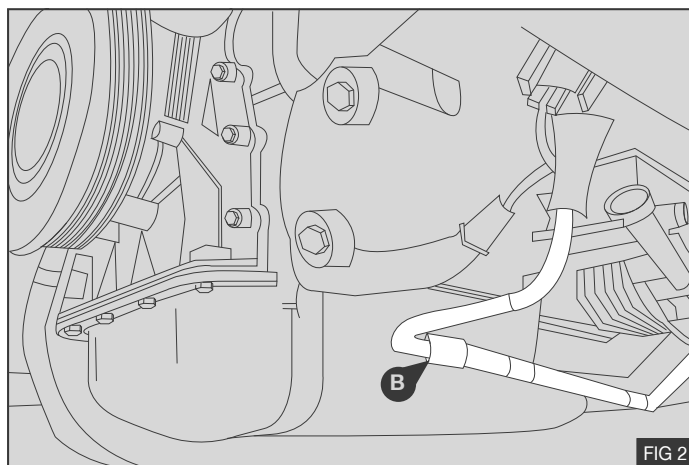

FIG 2
2. Lösen Sie die Servolenkungs-Schlauchschele (B). Schieben Sie den Servolenkungsschlauch zurück, damit genug Platz für den Kompressorverteiler ist, wenn er eingebaut wird - Fig 2.
**Hinweis:** Ziehen Sie Servolenkungs-Schlauchschele (B) erst wieder an, wenn der Kompressor eingebaut wurde - Fig 2.